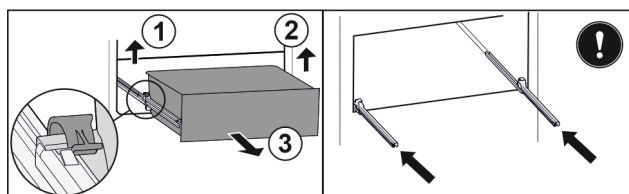

Fig. 183
- Linke Klemme anheben und gleichzeitig Schubfach links nach vorne ziehen. Fig. 183 (1)
- Rechte Klemme anheben und gleichzeitig Schubfach rechts nach vorne ziehen. Fig. 183 (2)
- Schubfach nach vorne entnehmen. Fig. 183 (3)